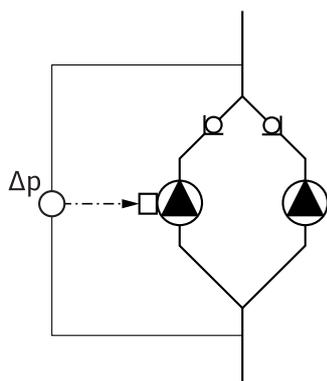

Fig. 18: Eksempel, tilslutning differenstryk-transmitter
- I eksemplet på fig. 18 er masterpumpen venstre pumpe i flowretning. Tilslut differenstryktransmitteren ved denne pumpe.
- Differenstryktransmitterens målepunkter på masterpumpen skal være i det tilhørende samlerør på dobbelpumpeanlæggets suge- og trykside (fig.18).